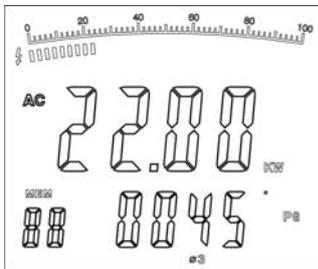

Figura 11
- Después de la grabación de la medición de potencia de corriente bifásica, presione SEL de nuevo para seleccionar  $\text{③}$ . La pantalla doble muestra el valor KW de potencia activa y el PG trifásico, como en la figura 11.